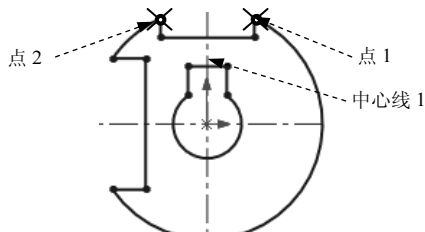

图 2.7 添加对称约束
(1) 添加点 1、点 2 与直线 1 的对称约束。
(2) 参照上一步骤添加其他对称约束，如图 2.7 所示。